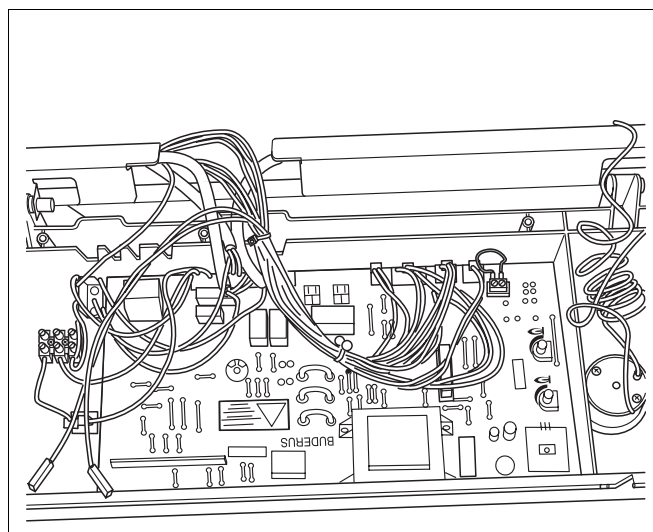

Fig. 14 Vérifier les raccords de câble du tableau de commande
- Vérifier la bonne fixation des raccords de câble et les insérer à fond, le cas échéant (fig. 14).